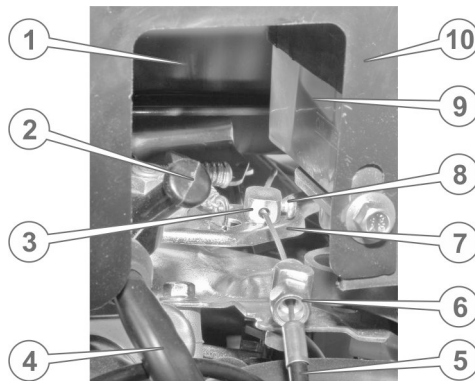

Рисунок 7 – Регулювальні елементи карбюратора
29. Вставити трос механізму регулювання подачі палива в отвір кронштейна даного механізму, закріпити кінець троса в кліпсі важеля регулювання подачі палива за допомогою гвинта (див. рисунок 7).